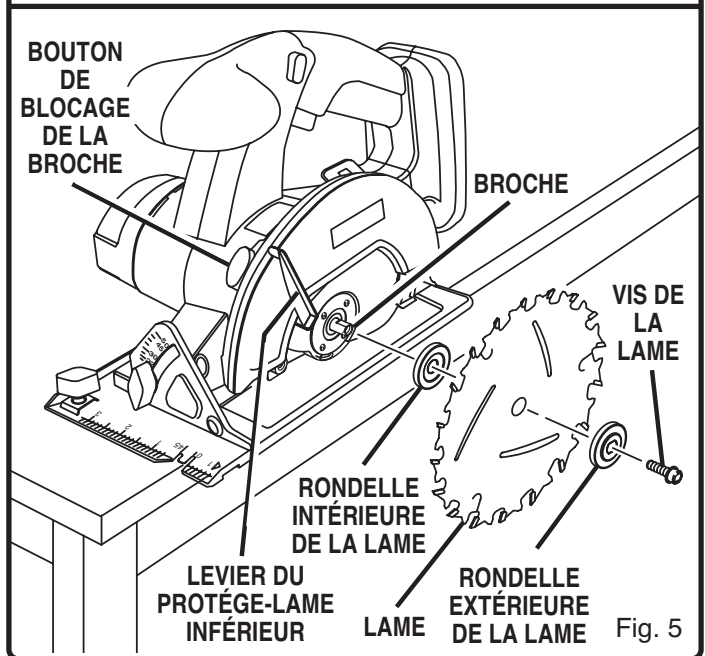

Fig. 5
- Appuyez sur le bouton de blocage de la broche et enlevez la vis de la lame et la rondelle extérieure de la lame. Voir figure 5.
- Montez la lame à l'intérieur du protège-lame inférieur et sur la broche. **NOTE:** Les dents de la lame se dirigent vers le haut à l'avant de la scie, comme l'illustre la figure 5.
- Enlevez la rondelle extérieure de la lame. *Voir figure 5.*